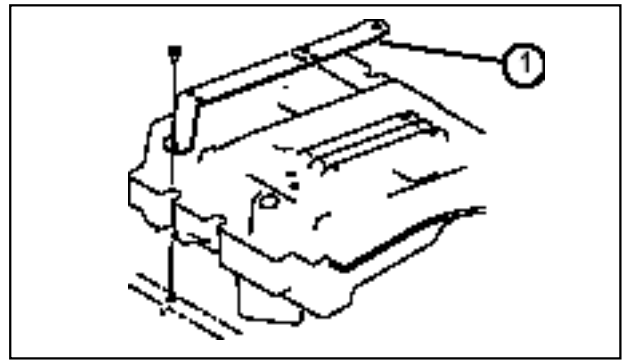

図 4
1. 機体にシート・ストラップを固定しているキャップスクリューを外す (図4)。